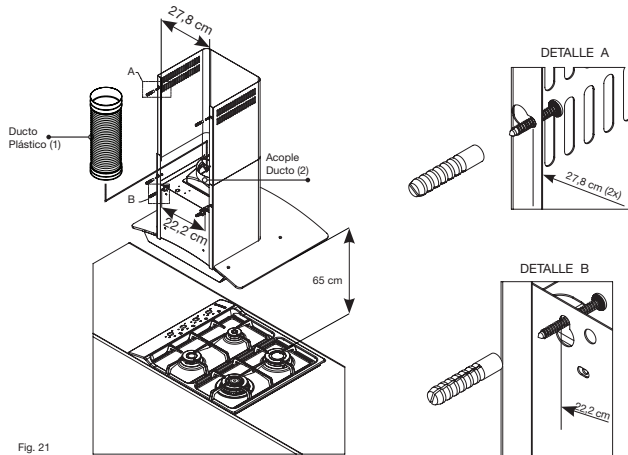

Fig. 21
En la pared donde usted va a ubicar la campana realice dos agujeros para chazos de 5/16", a una distancia entre centros de 22,2 cm. Coloque los chazos y asegure la campana con los tornillos que se encuentran incluidos en la bolsa de accesorios (5 cm de longitud). Recuerde que la campana debe quedar mínimo a 65 cm mín. por encima de las parrillas de su cocina, como se muestra en la fig. 21.
Realice el ensamble del ducto plástico de evacuación (1) en el acople ducto (2), no olvide hacer la conexión eléctrica antes de montarla (tenga en cuenta los datos técnicos de la placa de características). Para evitar vibraciones de los ductos decorativos, fíjelos a la pared utilizando sus agujeros posteriores, que tienen una distancia entre centros de 27,8 cm ver fig. 21.